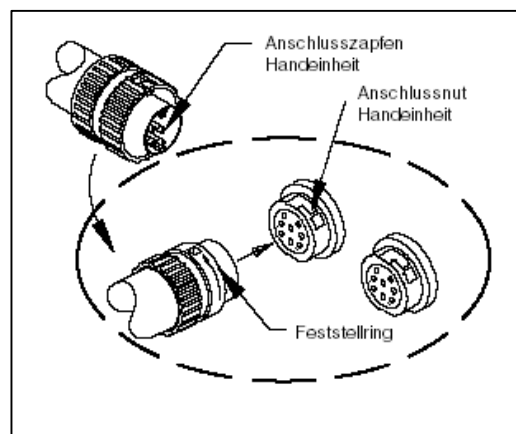

Abbildung 3a
6. Schließen Sie den blauen Stecker der Handeinheit(en) wie folgt an die blaue(n) Anschlussbuchse(n) **CH 1** und/oder **CH 2** an. Siehe Abb. 3a.